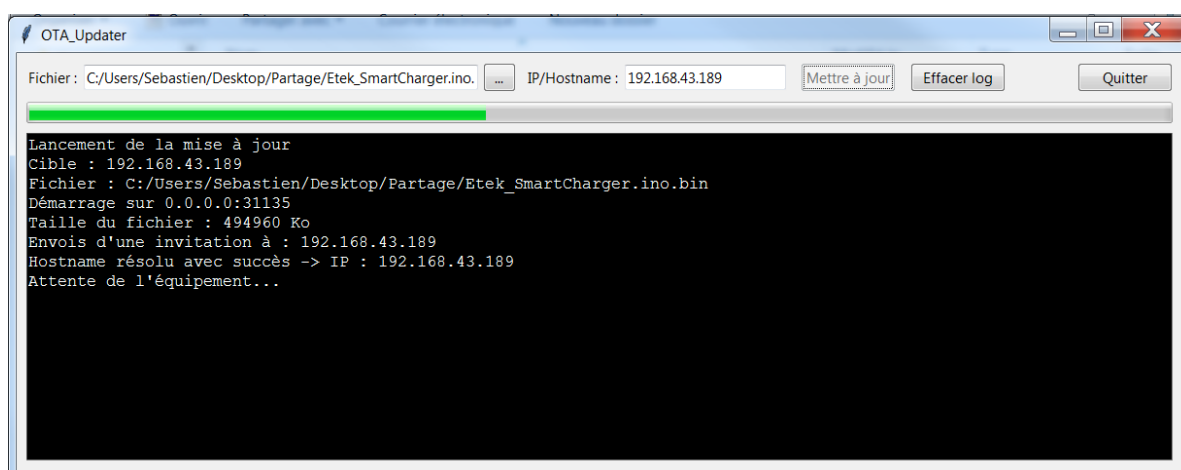

Figure 14 : Mise à jour du **ET3K_SmartCharger_vx.bin** par **OTA_Updater.exe**
5. Toujours à partir du logiciel **OTA_Updater.exe** (fig.14):